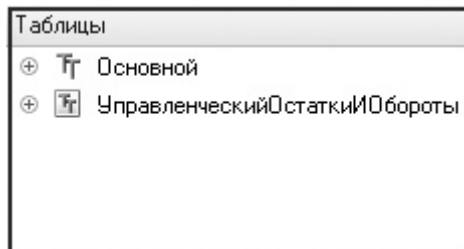

Рис. 16.19. Таблицы запроса
- виртуальная таблица регистра бухгалтерии *Управленческий.ОстаткиИОбороты* (рис. 16.19).